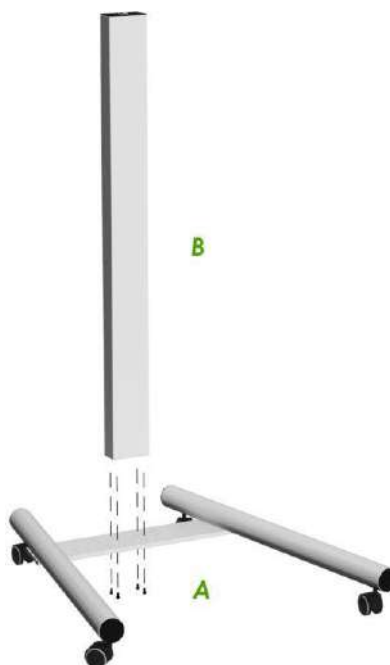

Fig. 14
- ✓ După asamblarea căruciorului **(A)** îl puteți monta la suportul vertical **(B)** utilizând 4 șuruburi 6x20 așa cum se arată în Fig. 14